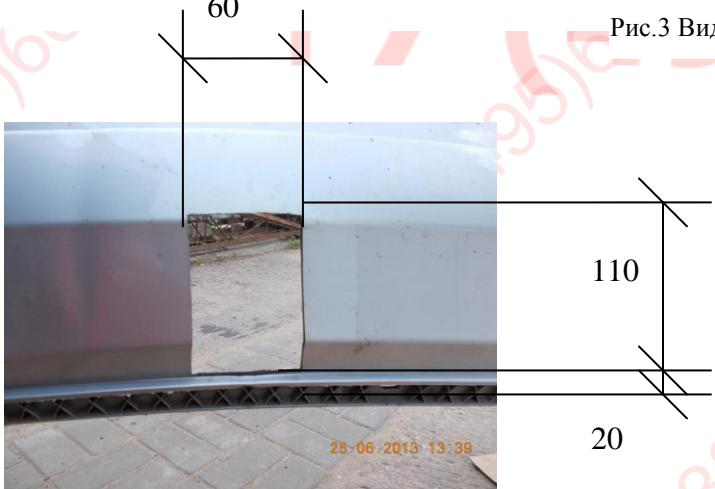

Рис.4 Вырез в бампере..
4.9 Сделать в бампере вырез (в центре снизу- 60 мм шириной и 110 мм глубиной, см.рис.4.) и установить его на место.